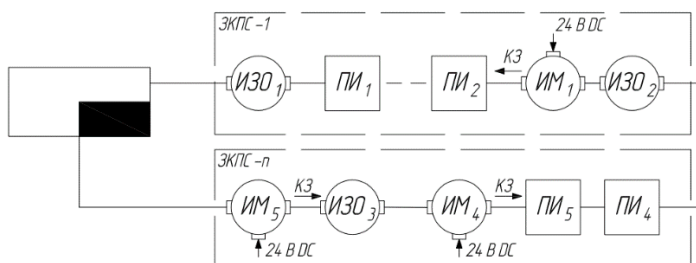

Рисунок 9 – Схема структурная включения ИМ-Ех-П в кольцевую двухпроводную АЛС для имитации обрыва и КЗ между ЗКПС
8.5 Размещение ИМ-Ех-П в двухпроводной АЛС для имитации обрыва и КЗ между ЗКПС (рисунок 9).